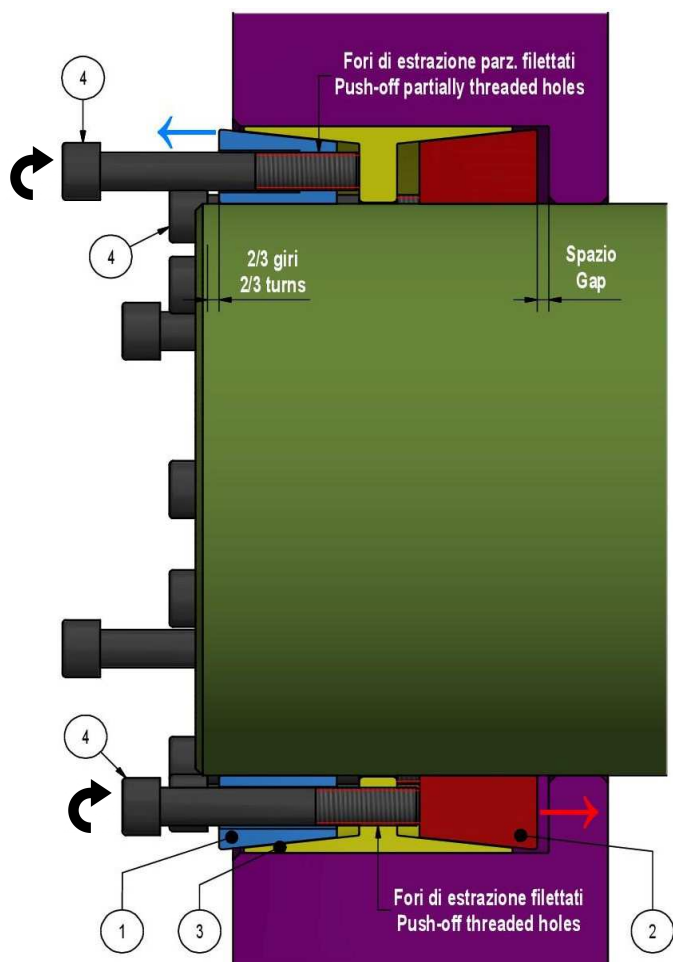

Fig. 2. Separazione degli anelli e posizionamento del calettatore.
2. Allentare tutte le viti di due/tre giri e spostarne almeno due nei fori parzialmente filettati dell'anello di spinta anteriore e almeno due nei fori filettati dell'anello esterno, accessibili mediante corrispondenti fori passanti nell'anello di spinta anteriore. Serrare leggermente queste viti, in modo da **separare gli anelli per una più facile installazione del calettatore** (fig. 2).
3. Inserire il calettatore nel foro del mozzo ed installare l'assieme sull'albero, assicurandosi che gli elementi collegati si trovino nella posizione desiderata. **Gli anelli di spinta e l'anello esterno devono essere completamente supportati rispettivamente da albero e mozzo** (fig. 2). A questo punto, riposizionare le viti usate per separare gli anelli. Nel caso di mozzi con spallamento, lasciare qualche millimetro di spazio tra l'anello di spinta posteriore e lo spallamento (fig. 2).